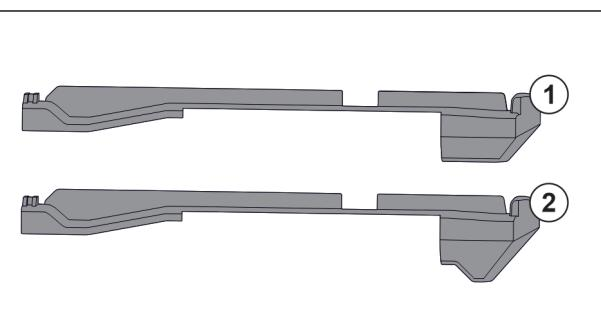

Fig. 56 Сравнение на наставките
В уреда има два вида наставки. Наставката над най-долното чекмедже Fig. 56 (2) има триъгълен ръб. Всички останали наставки Fig. 56 (1) имат прав ръб.
- ▶ Поставете наставката Fig. 56 (2) с триъгълния ръб над най-долното чекмедже.
- Поставете наставка Fig. 56 (1) с прав ръб на всички останали места.